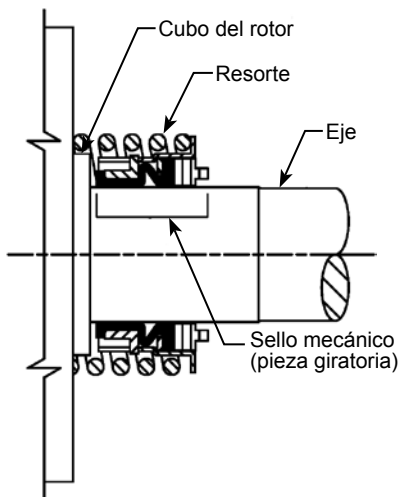

FIGURA 12
5. Coloque el resorte del sello en el cubo del rotor. Consulte la **Figura 12**.